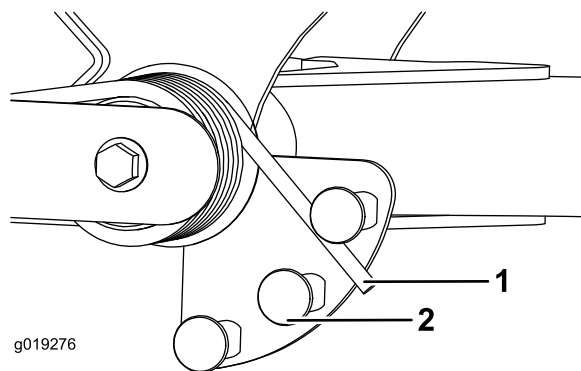

Bild 53
2. Stecken Sie ein Rohr oder ein ähnliches Objekt in das lange Federende und drehen Sie es um den Federaktuator in die gewünschte Stellung (Bild 53).